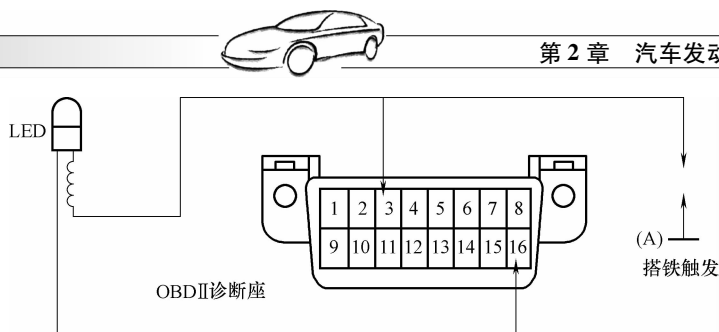

图 2-9 沃尔沃车系故障码的读取方法
4) OBDⅡ故障码的读取。OBDⅡ故障码的读取方法，可使用原厂提供的专用仪器或解码器读取，也可采用跨接线短接相应端子来读取。如通用车系、丰田车系可跨接5#、6#端子，福特车系可跨接5#、13#端子，由仪表板上的“CHECK ENGINE”故障指示灯读取故障码；沃尔沃（VOLVO）车系按图2-9所示跨接LED灯，将A搭铁1s后脱开，即可显示1个故障码，搭铁5s后可清除故障码。